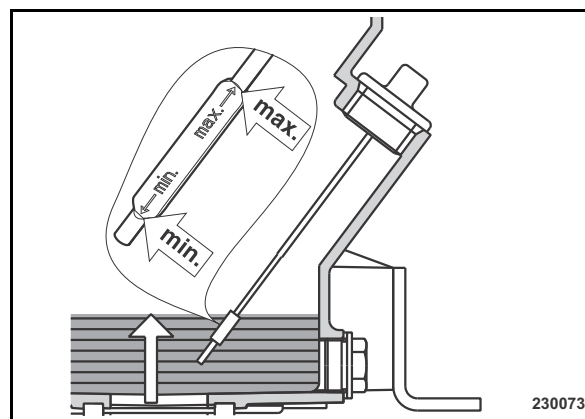

Fig. 33
- Desenroscar la varilla de medición de aceite (Fig. 33), limpiarla con un paño libre de pelusas, y volver de enroscarla.